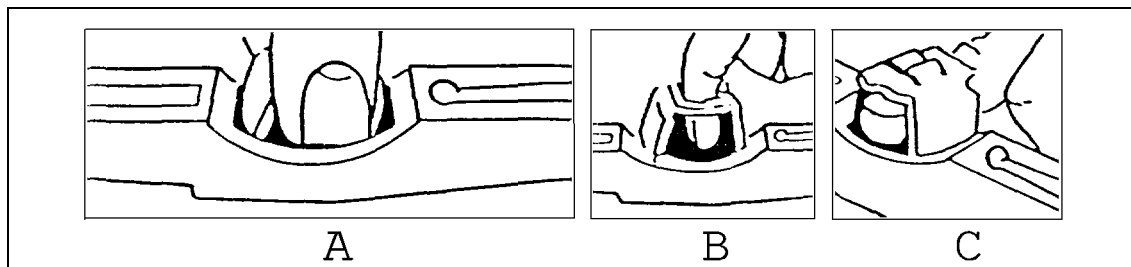

Figura 4.5.4
1. Probar la posición del tensor y elegir una de las tres que se ven en la figura 4.5.4, a, b o c.
3. Colocar el tensor flojo sobre la correa a tensar y apretarlo lentamente sobre la correa con *un solo* dedo como se ve anteriormente (figura 4.5.4, A, B, C).